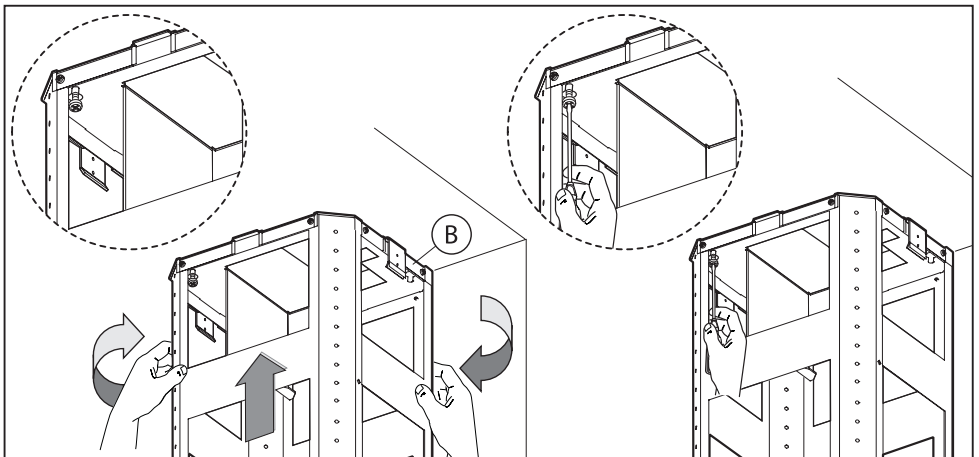

Fig.4
-Prendere la parte superiore della struttura **B** (Fig.4) ed inserirla sulle 3 viti non avvitate completamente in corrispondenza delle 3 asole. Fare una piccola rotazione per l'incastro (Fig.4). Avvitare la quarta vite **X** e tirare le altre 3 restanti per permettere il bloccaggio definitivo della parte superiore della struttura **B**.